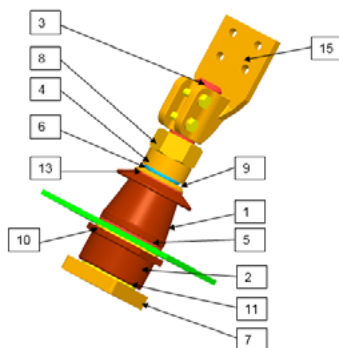

Figura 5
- Il tirante con rondelle inferiore (3) deve essere installato come indicato in figura 5 (l'isolamento inferiore (2) assemblato insieme alle guarnizioni (11) e (10)), attraverso il foro sulla cassa.
- Assemblare i componenti: (5), (1), (13), (9), (6), (4), (8) e quando l'isolatore è pieno d'olio, l'aria al suo interno deve essere rimossa svitando il dado (8); infine applicare la coppia indicata per il dado superiore (vedi tabella 18).